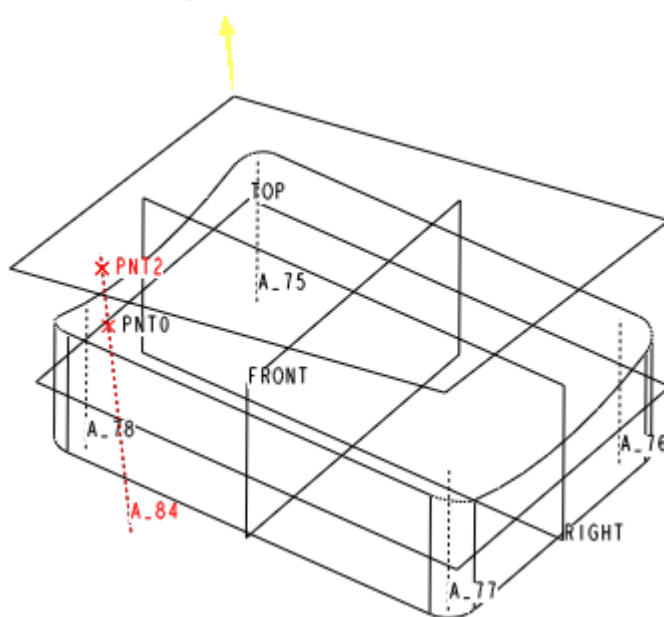

图 52-20
(8) 单击 ，打开【基准平面】对话框。按下 CTRL 键，依次选择基准点 PNT2 和基准轴 A_84，如图 52-20 所示。